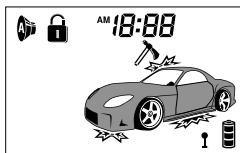

рис.5
- b) Тревога вызвана срабатыванием основной зоны датчика удара или основной зоной дополнительного датчика(если установлен). Сирена будет работать одновременно со вспышками указателей поворотов 30 сек. Индикация LCD дисплея см. рис.5.